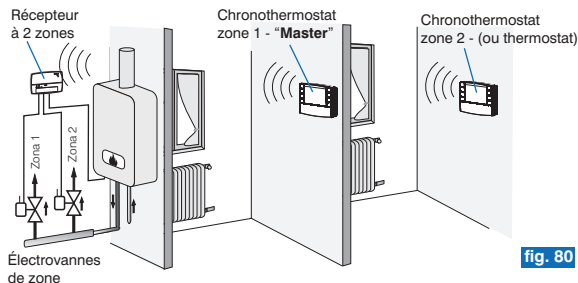

fig. 80
- Chronothermostat avec Master dans une installation à 2 zones (exemple sur la fig. 80).